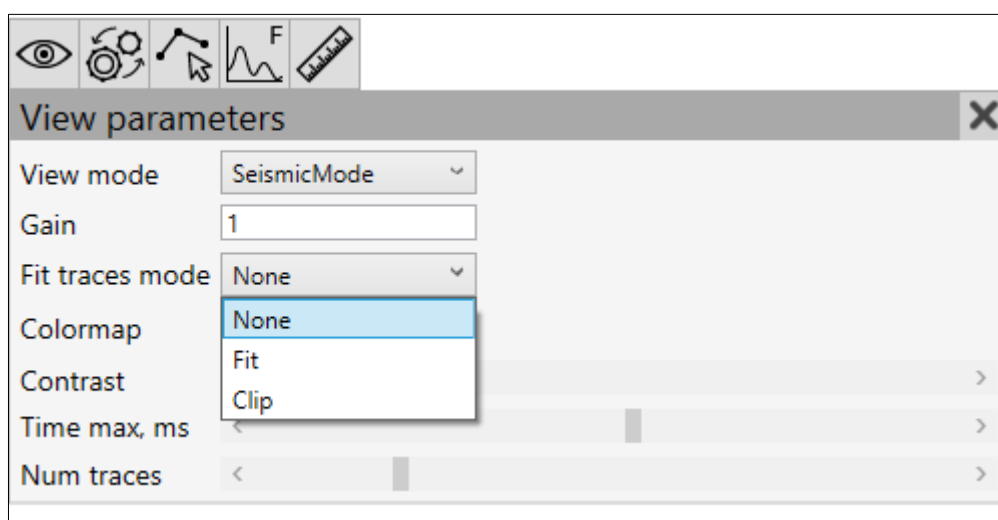

Рисунок 31 Выбор режима выравнивания трасс
2. Fit traces mode. Дополнительные режимы отображения трасс (Рисунок 31). None – трассы отображаются, «как есть». Clip traces – трассы обрезаются по соседним трассам. Fit traces – амплитуда трассы выравнивается по ширине области занимаемой трассой.